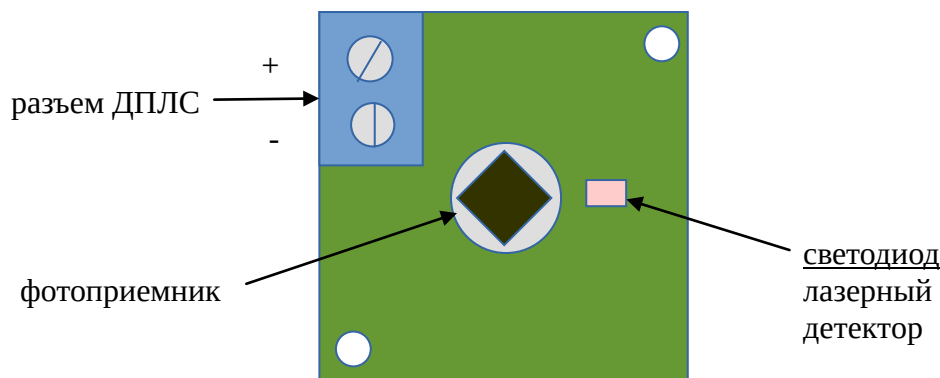

Рисунок 2 – Расположение компонентов на печатной плате извещателя.
1.4.4 Основание и крышка, составляющие корпус, соединены резьбовым соединением с герметизирующим кольцом. В торце крышки находится оптическое окно, в котором герметично закреплен защитный пластиковый фильтр. В основании на латунных стойках установлена печатная плата с элементами (рисунок 2).
Взаимодействие пользователя с извещателем (в том числе, получение извещений по событиям) осуществляется двумя способами: информационный обмен с КДЛ (через ДПЛС) и посредством красного светодиода на плате извещателя (рисунок 2). Извещения по событиям дублируются по обоим каналам.
1.4.8 Светодиод (рисунок 2) обеспечивает прямую индикацию состояний извещателя и одновременно является приемником сигнала следующих лазерных тестеров: «ДИП-ТЕСТ» фирмы «Болид», «Астра-941», «Астра-942» фирмы «ТЕКО», «ЕСО1000RTU/S300RTU» фирмы «System Sensor» (дистанция не более 3 метров).